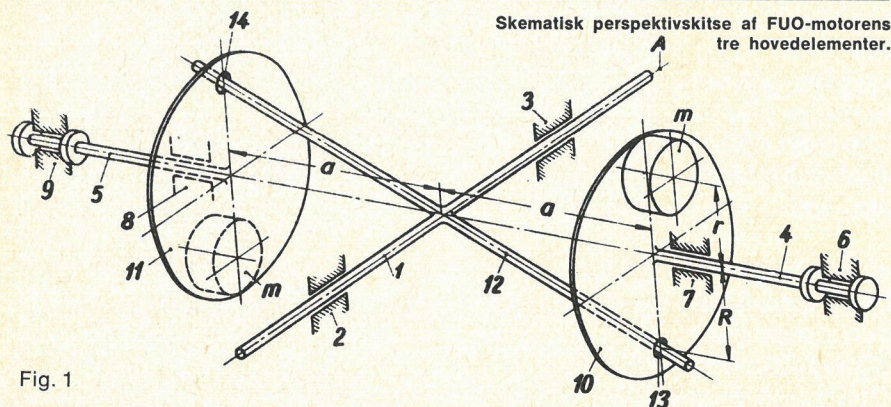

Fig. 1
tiske perspektivskitse i fig. 1. Stempelstangen (1), der er understøttet i lejerne (2) og (3), er på midten stift forbundet med en tværpind (12), der går frit gennem huller (13) og (14) i de tynde, cirkulære skiver (10) og (11). Skiverne er stift forbundet med akslerne (4) og (5), der løber i lejerne (6), (7), (8) og (9). To af lejerne (6 og 9) virker tillige som tryklejer, der hindrer akslerne at forskyde sig i længderetningen. Drejer man skiven (10), så huller (13) bevæger sig et lille stykke mod venstre, vil det stive »kryds« af stængerne (1) og (12) tvinge huller (14) til at bevæge sig samme stykke til samme side som huller (13). Men da huller (13) ligger under og huller (14) over omdrejningsaksen, vil skiven (11) dreje sig modsat skiven (10)'s omdrejningsretning. Sættes en af skiverne i rotation med jævn hastighed vil den anden skive altså rotere med samme jævne hastighed, men i modsat omløbsretning, og samtidig vil stempelstangen (1) bevæge sig frem og tilbage i det, man kalder en harmonisk bevægelse. Den svarer til stempelbevægelsen i en krumtapmekanisme med uendelig lang plejlstang og har derfor ikke de »bevægelsesfejl«, der i den normale krumtapmekanisme kommer fra plejlstangens vinkeludslag, og som blandt andet forårsager de såkaldte »andenordenskræfter«, der er så vanskelige at afbalancere. Som et velkendt eksempel herpå kan nævnes den almindelige firecylindrede firetakts rækkemotor, hvor de to midterste stempler er i top samtidig med, at de to yderste er i bund. Her vil de største inertikræfter – de såkaldte førsteordenskræfter – være fuldstændigt afbalancerede, men alligevel vil motoren vibrere som en encylindret maskine med
FUO-motorens totale frihed for disse vibrationer af højere orden er derfor en meget betydelig fordel, for dens "rene" førsteordenskræfter lader sig nemlig afbalancere matematisk korrekt! Det sker ved de to ens kontravægte (m), der er anbragt på skiverne (10) og (11) i fig. 1. Tænk man sig kontravægtens tyngdepunkter forbundet med en ret linie, vil denne gå gennem stempelstangen (1)'s akse A, og kontravægtene fæles tyngdepunkt vil netop befinde sig i skæringspunktet. Da kontravægtene (m) er mon-
Vandret længdesnit i motoren. Tal og bogstaver henviser til de tilsvarende elementer i fig. 1 og omtales i teksten. Krumtaphuset og lejedækslerne er støbt i magnesium og cylinderen i letmetal. Cylinderforingen er indpresset og sikret med LOCTITE (en metode der har stået sin prøve i en engelsk totaktsracer), og topstykket er i eet med cylinderen. Så er der ingen problemer med toppakningen og ingen materialeransamlinger omkring den, og køllingen bliver derfor bedre, og der er mindre risiko for kastninger. Den koniske bolt tværs gennem topstykket er indspæringsdysen, der ses i større målestok i fig. 10.
▷▷ ved at ændre (m) og tilføje to modstillede kontravægte længere ude på akslerne (4) og (5) i fig. 1, så den primære afbalancering bibeholdes.
Det vandrette længdesnit i fig. 2 viser motorens opbygning, og de dele, der svarer til elementerne i fig. 1, er mærket med samme tal- eller bogstavbetegnelser. Stempelstangen (1) er et stålrør med hærdet og slebet (eller hårdforcromet) overflade. Den løber i to bronzebøsninger (2) og (3), som på de udadvendende ender er forsynet med tætningsringe, der hindrer olien i at trænge ind i rummet under stemplet. Krydspinden (12) har let prespasning på stempelstangen (1), og forbindelsen er sikret med LOCTITE, der kan tåle en forskydningsspænding, der er 2-3 gange så stor som den, der svarer til fuldt tændtryk i cylinderen. (For-
bindelsen kan på den anden side brydes med et hydraulisk specialværktøj, hvis delene skal adskilles). Krydspinden (12) er lejrret i kugleled (13) og (14), der svarer til hullerne i fig. 1. Kuglerne er af bronze, og de todelte kugleskåle er af hærdet stål og indpreset i skiverne (10) og (11) og sikret med LOCTITE. De enradede sporkuglelejer (6) og (9) optager tillige axialkræfter, og de to andre hovedlejer (7) og (8), der er udformet som trepunkts Michell-lejer (der beskrives senere), er i modsætning til fig. 1 anbragt lige op ad stempelstangen (1). Hver af skiverne (svinghjulene) (10) og (11) får på denne måde en overordentlig stabil lejrning, idet centererne for kugleleddene (13) og (14), der er »angrebspunkter« for store gas- og inerti-kræfter, og kontravægtene ( $\pm m$ ), der giver store centrifugalkræfter, begge ligger mellem lejerne (6) og (7) og lejerne (8) og (9). Gastryk-ene overføres direkte til svinghjulene som i den klassiske, encylindrede motor-cykelmotor, og der er ikke nogen egentlig krumtapaksel, der udsættes for torsionssvingninger. Skiverne (10) og (11) med tilhørende akseltappe kan derfor udføres af almindeligt (eller SG) støbejern. Inden vi går videre med den tekniske beskrivelse, må vi igen tilbage til teorien.
tilsammen giver et moment, der søger at dreje hele motorblokken i modsat retning af svinghjulet. Dette reaktionsmoment pulserer selvfølgelig også i takt med tændingerne, og derfor vibrerer motoren trods den perfekte afbalancering! F.U.O.-motoren reagerer imidlertid på en helt anden måde: ser man på fig. 1 vil man bemærke, at et aksialt tryk på enden af stempelstangen (1) vil give to lige store og ensrettede reaktioner på randen af hullerne (13) og (14). På grund af symmetrien opstår der imidlertid ingen reaktioner i bøsningerne (2) og (3), og selve motorblokken bliver derfor ikke påvirket af noget drejningsmoment eller andre forstyrrende kræfter, og motoren forbliver derfor i absolut ro! De pulserende impulser (som F.U.O.-motoren selvfølgelig også har) bliver i udbløst tilstand som **lige store og modsat rettede vinkelaccelerationer i de to svinghjul** (10) og (11), og den eneste betingelse for, at motoren kan løbe fuldstændig vibrationsfrit er, at de to svinghjul har samme inertimoment. – Det har de her, for de er simpelthen helt ens! Når motoren belastes, og hele effekten udtages gennem den ene af de to aksler (4) eller (5), kommer der naturligvis tværkræfter på stempelstangen (1), og det kraftspil, der opstår i mekanismen, bliver for indviklet til en fuldstændig beskrivelse her. Vi skal derfor nøjes med at oplyse, at reaktionen mellem stempelstangen (1) og hver af bøsningerne (2) og (3) er en enkeltkraft, der roterer med jævn vinkelhastighed i fase med »krumtapakslernes« drejning. Bøsningerne (2) og (3) får derfor samme gunstige betingelser for en ægte, hydrodynamisk smøring som et almindeligt leje, der bærer en roterende aksel med ensrettet belastning, og de kan derfor arbejde med samme minimale spillerum og præcise føring af stempelstangen (1). Da stemplerne er i stiv forbindelse med stempelstangen, får de en helt nøjagtig centreret i cylinderen og kan derfor gives samme »luft« (0,05-0,06 mm) som en roterende ventil **uden at berøre cylindervæggen!** (Dette vil utvivlsomt have en meget gunstig virkning på motorens mekaniske virkningsgrad og muliggøre en eventuel anvendelse af letmetalcylindre uden foringer (som i Chevrolet Vega-motoren), idet det kun er stempelringene, der berører cylindervæggen).